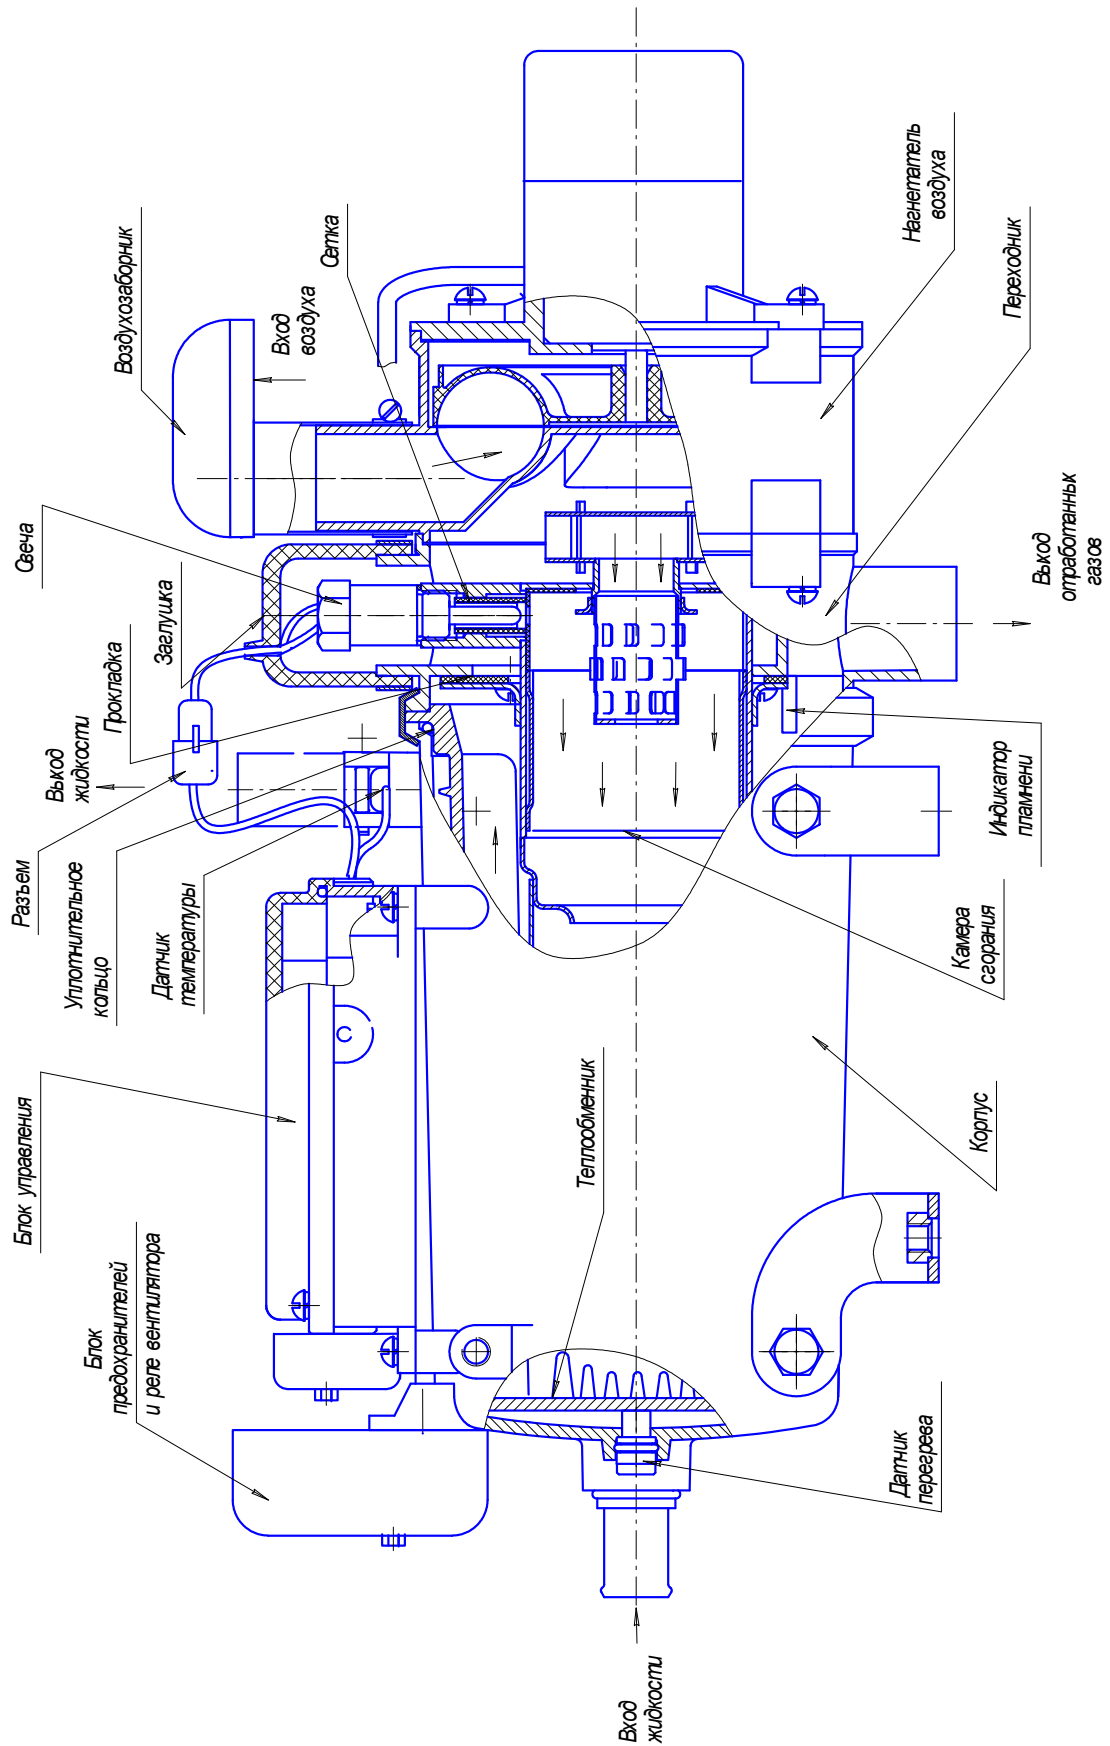

Рис. 3 – Основные узлы нагревателя
- нагреватель ( основные узлы нагревателя показаны на рис. 3);